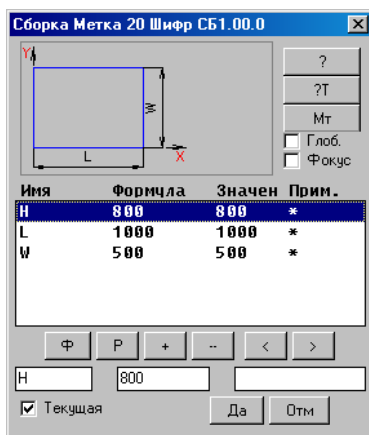

Рис. 2.2. Задание параметров новой сборки
3. Отредактировать переменные сборки в раскрывшемся диалоговом окне, см. рис. 2.2, стр. 30.
Внимание! Если переключатель “Текущая”, см.рис. 2.2, активизировать перед нажатием кнопки “Да”, сборка будет установлена текущей после вставки в проект.
Сборка может быть установлена текущей при создании новой сборки в окне “Переменные” переключателем “Текущая”, см. рис. 2.2, стр. 30. либо командой **Сборка >> Текущая сборка**